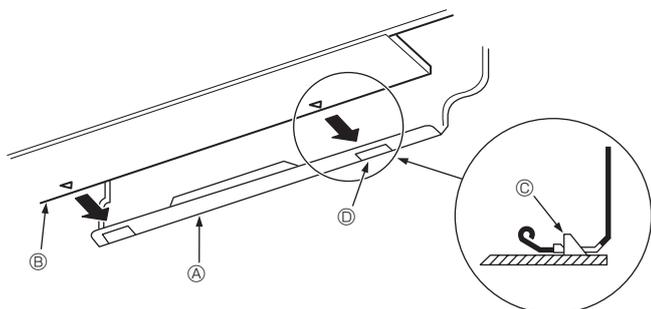

Fig. 3-11
- Lors de l'insertion de la tuyauterie de réfrigérant et du tuyau d'écoulement dans le trou de pénétration dans le mur (manchon de pénétration), accrocher le haut de l'appareil intérieur au panneau de montage ①.
- Fixer en poussant la partie inférieure de l'appareil intérieur sur la planche d'installation ①. (Fig. 3-11)
- * Vérifier que les boutons dans le bas de l'appareil intérieur sont correctement insérés dans la planche d'installation ①.